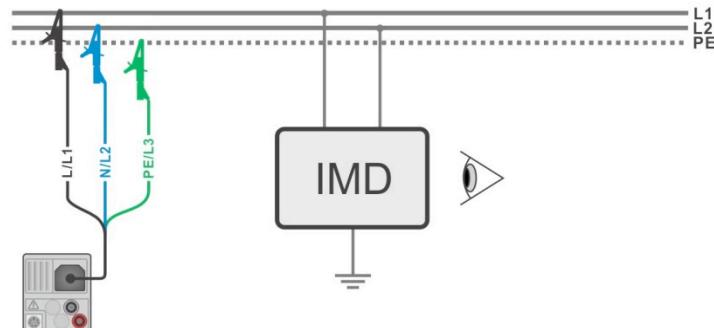

Рисунок 8.13: Измерение AUTO IT.
- › Подключите измерительные провода к испытуемому объекту, см. **Рисунок 8.13: Измерение AUTO IT**.